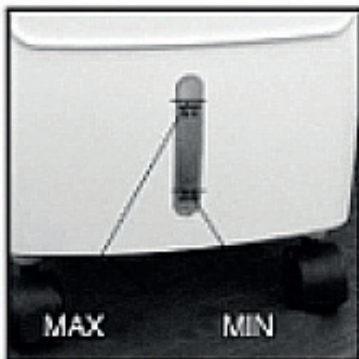

Fig 2
- a - Preste atención al nivel del depósito de agua cuando añada agua.(Fig 2)